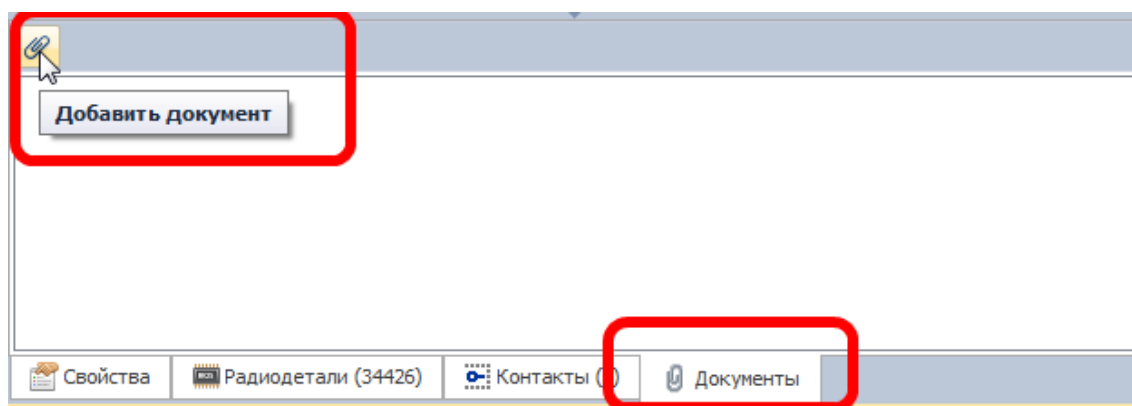

Рис. 302. Добавление файла данных
2. Нажать кнопку  - «Добавить документ», см. Рис. 302.